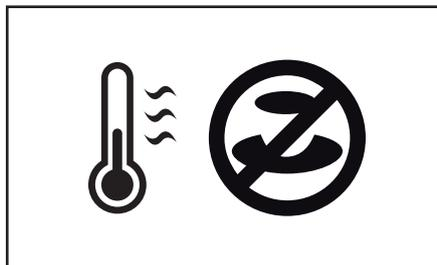

Fig. 4.9 – Ícones de Aquecimento/Abastecimento bloqueados
3. Um termômetro intermitente e o ícone para "Abastecimento bloqueado" serão exibidos no visor (fig. 4.9).